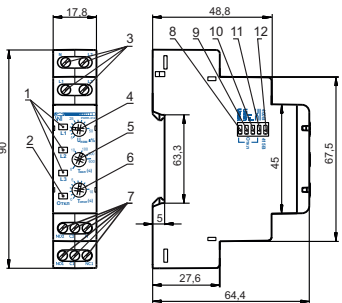

Рисунок 1
2) Регулятором **Уном ±%** (поз.4 рис. 1) установите необходимый порог срабатывания по максимальному и минимальному напряжению в процентах от номинального напряжения питания сети.
3) Регулятором **Тоткл (с)** (поз.6 рис. 1) установите время срабатывания защиты.
4) Регулятором **Твкл (с)** (поз.5 рис. 1) установите время АПВ.
5) Переключателями срабатывания защиты (поз. 8 – 11 рис. 1) включите необходимые защиты.
6) Переключателем **400 В / 415 В** (поз. 12 рис. 1) установите тип используемой сети.
Если Вы планируете использовать изделие в режиме «Контроль максимального напряжения» (разд. «Работа изделия»), разрыв питания катушки КМ необходимо подключить к клеммам **C1-NC1 (C2-NC2)** (обратная логика включения). Переключатель **U_{max}** (поз. 8 рис. 1) переместите в положение «Включено», а переключатели **☒**, **☐**, **U_{min}** – в положение «Откл».